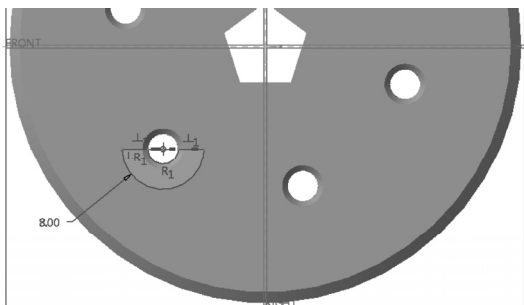

图 5-97 绘制截面
4) 单击 (同心圆) 按钮, 绘制两个同心圆, 接着单击 (线链) 按钮绘制所需的直线段, 然后对图形进行修剪, 得到的拉伸切除的截面如图 5-97 所示。单击 (确定) 按钮。